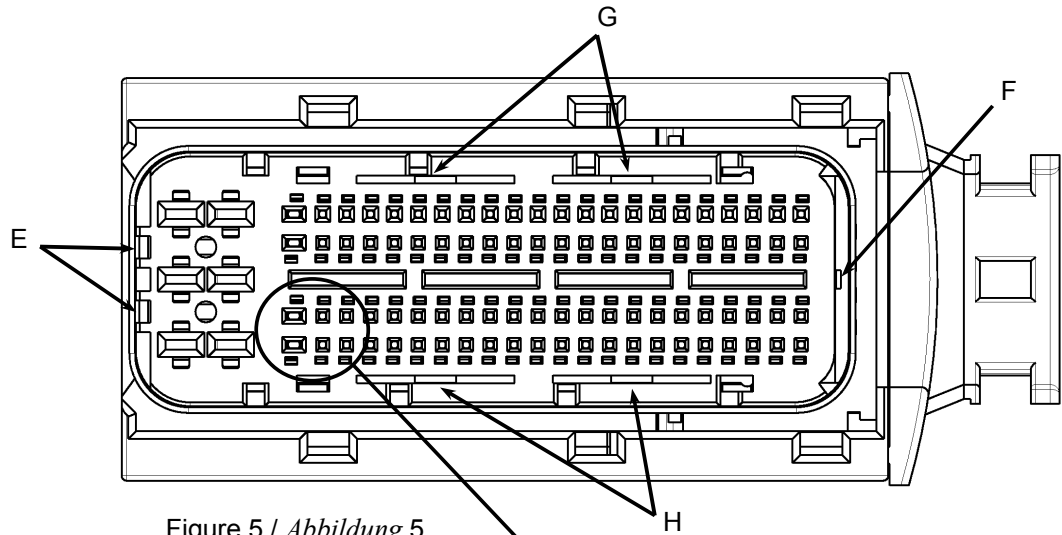
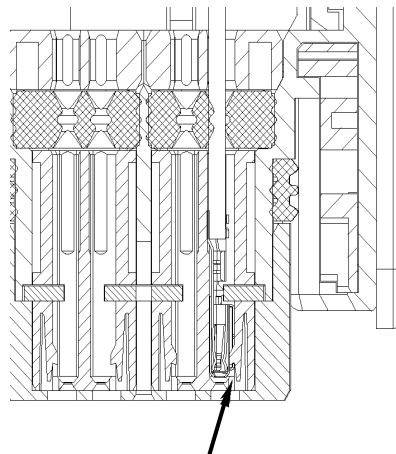

Figure 5 / Abbildung 5
Figure 6 / Abbildung 6
The contacts (1), with wires connected, are pushed through the seal into the chambers until they lock into position (see Figure 6). The geometry of the seal holders (2) ensures correct orientation of the contacts during insertion. The contacts must be pushed vertically into the chambers, canting of the contacts heightens the loading force and also can damage parts (for example the contacts). For warranty of water proof, the non-loaded cavities must be occupied with sealing plugs (3 and 3a). Optional, also a sealing plate is planned (see point 2.3).
Die angeschlagenen Kontakte (1) werden durch die Dichtung hindurch in die Kammer eingeschoben bis sie verrasten (siehe Abbildung 6). Die Geometrie der Dichtungshalter (2) gewährleistet die korrekte Orientierung der Kontakte beim Bestückungsvorgang. Die Kontakte sollten senkrecht in die Kammer eingeführt werden, ein Verkanten führt zu erhöhten Bestückungskräften, wobei auch Teile (z.B. Kontakt) beschädigt werden können. Zur Gewährleistung der Wasserdichtigkeit sind die nicht belegten Kammern mit einem Blindstopfen (3 und 3a) zu bestücken. Wahlweise steht eine Dichtplatte (siehe Punkt 2.3) zur Verfügung.
Remove the secondary lock by inserting a screwdriver 1.8x0.3 in the slot provided and levering the secondary lock out of the housing (Figure 5 Point E). The contacts are released from the front with the extraction tool PN 1-1579007-2 by levering out the locking hook beside the pin opening (Figure 6 and 7) and then pushed out of the chamber. During this the cable must be pulled with small force.
Entfernen der Sekundärverriegelung mit einem Schraubendreher 1.8x0.3 durch Aushebeln an der dafür vorgesehenen Aussparung (Abbildung 5 Punkt E). Die Kontakte werden mit dem Entriegellungswerkzeug PN 1-1579007-2 von vorn unter leichtem Kabelzug ausgedrückt.
Remove the secondary lock by inserting a screwdriver 1.8x0.4 in the slot provided and levering the secondary lock out of the housing (Figure 5 Point F). The contacts are released from the front with the extraction tool PN 1-1579018-4 by levering out the locking hook beside the pin opening (Figure 6 and 7) and then pulled out of the chamber. During this the cable must be pulled with small force.
Entfernen der Sekundärverriegelung mit einem Schraubendreher 1.8x0.3 durch Aushebeln an der dafür vorgesehene Aussparung (Abbildung 5 Punkt F). Die Kontakte werden mit dem Entriegelungswerkzeug PN 1-1579018-4 von vorne entriegelt, indem der Rasthaken neben der Stiftöffnung ausgehebelt wird (Abbildung 6 und 7). Gleichzeitig wird der Kontakt mit leichtem, senkrechtem Kabelzug vorsichtig durch die Dichtung und den Dichtungshalter aus der Kammer herausgezogen.
Mit einem Schraubendreher 1.8x0.3 unter leichtem Kabelzug nacheinander an den Punkten G oder H (Abbildung 5) den Spalt etwa 1mm aufweiten. Dabei ist darauf zu achten, dass der zuerst entriegelte Haken bei dem 94pol. Buchsenstecker nicht wieder verrastet (Kabelzug beibehalten).